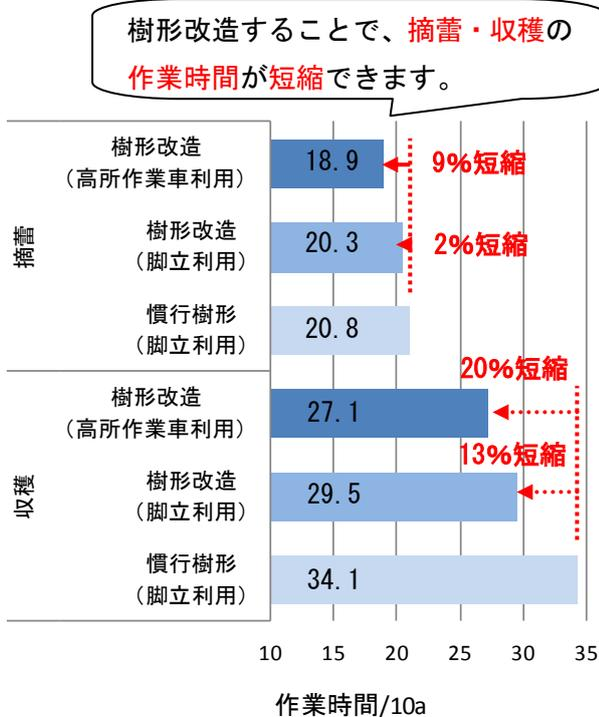

図2 樹形改造による作業時間の短縮
- 樹形改造樹を高所作業車で作業した場合、慣行樹形を脚立作業した場合に比べ、摘蕾時間および収穫時間が短縮できます。樹形改造樹は、脚立を利用する場合でも慣行樹形に比べ作業時間が短縮でき、軽労化に効果的です（図2）。